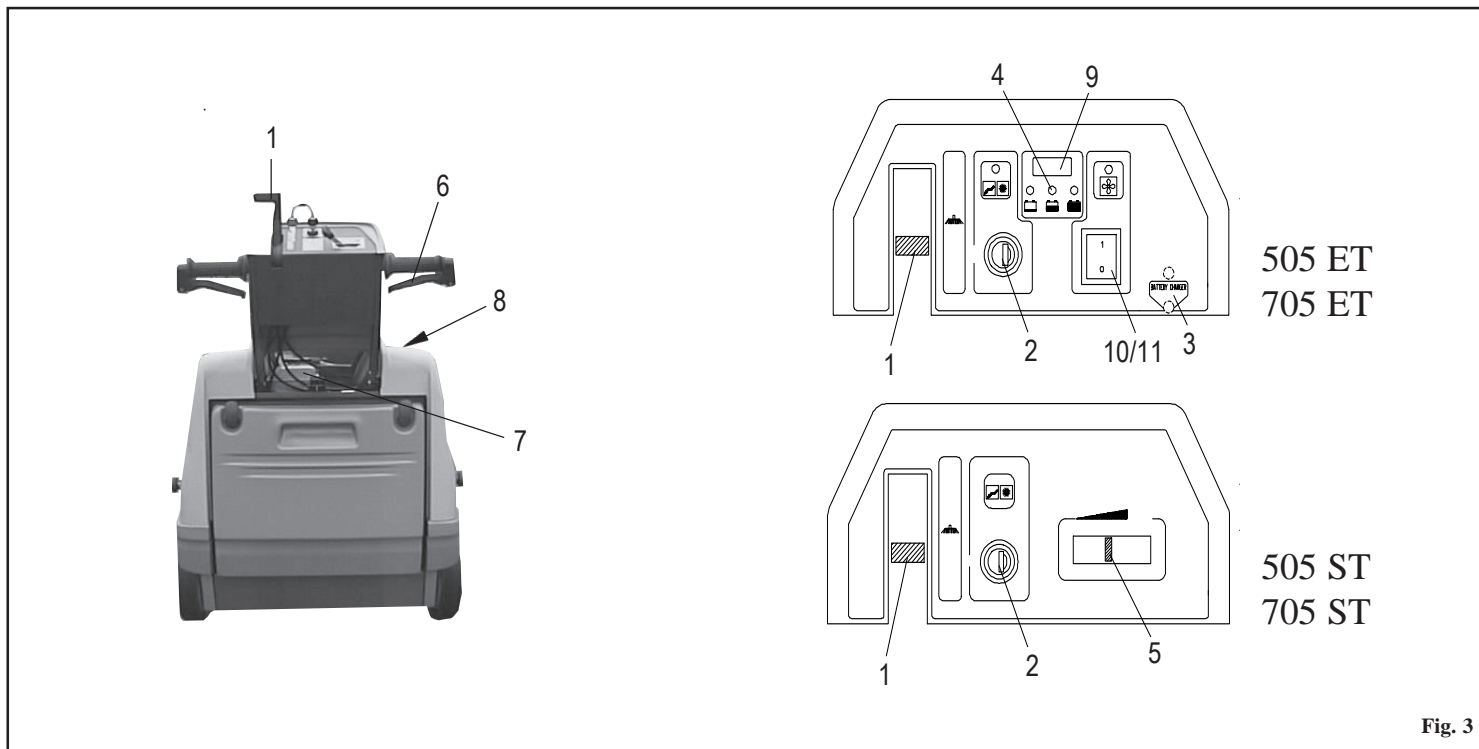

Fig. 3
- Sett spaken som hever børsten i **pos. 1 Fig. 3** i posisjonen **OFF**.
Sjekk oljenivået på motoren. Fyll opp drivstofftanken med **BLYFRI BENSIN**. Kontroller at bryteren **pos. 9 Fig. 5** på motoren, er i posisjonen **OFF** slik at det blir mulig å bruke startnøkkelen **pos. 2 Fig. 3** på dashbordet. For ytterligere informasjon om motoren bør man konsultere den spesifikke håndboken for motoren.
- Sjekk at sidebørsten **pos. 1 Fig. 3** er i posisjonen **OFF**.
- Vri startnøkkelen til **ON pos. 2 Fig. 3**.
Kontroller ved hjelp av varsellampen **pos. 4 Fig. 3**, at batteriet er fullstendig oppladet før man begynner arbeidet, dersom det ikke er det, må det først lades opp.
- Trekk i kjørespaken **pos. 6 Fig. 3** og start rengjøringen.
Om nødvendig bruker man spaken **pos. 1 Fig. 3** og setter den i posisjonen **ON** for å sette i gang børsten.
- Sjekk at sidebørsten **pos. 1 fig. 3** er i posisjonen **OFF**.
- Sett gasspaken i **pos. 5 fig. 3** i posisjonen **START**.
- Vri nøkkelen til **pos. 2 fig. 3** i posisjonen **ON**.
- Trykk inn gasspaken, **pos. 5 fig. 3** og reguler gassen etter det driftbehov man har.
- Ved avslutning av jobben, må man sette sidebørsten, **pos. 1 Fig. 3** i posisjonen **OFF**.
Sett gasspaken i posisjonen **START**, og slå av maskinen ved å vri startnøkkelen, **pos. 2 fig. 3** i posisjonen **OFF**. Lukk bensinkranen, **pos. 3 fig. 4**.